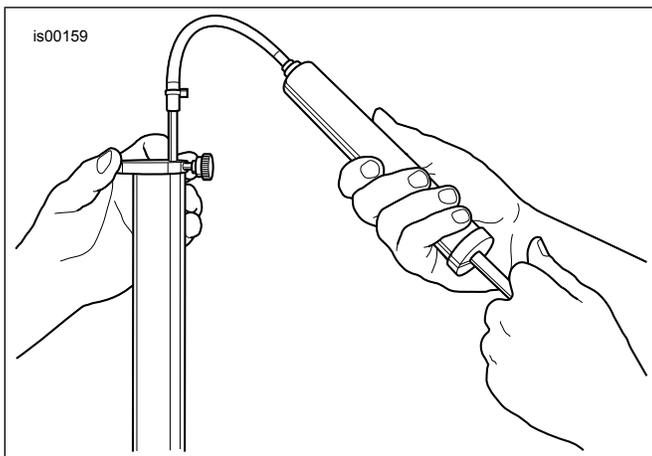

Figura 5. Rimozione dell'olio in eccesso della forcella (HD-59000B)
- a. Vedere Figura 5 Munirsi di un Misuratore del livello dell'olio della forcella (HD-59000B).